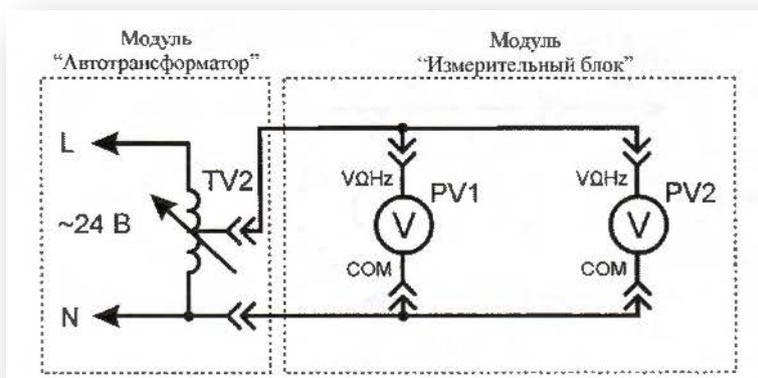

Рис. 7. Схема электрическая соединений лабораторных модулей для измерения переменного напряжения
1 Согласно схеме (рис. 7) выполнить электрические соединения модулей для измерения переменного напряжения. **Монтаж схемы производить при отключенном питании.**
2. Рассчитать относительную  $\delta_2$  и приведенную  $\gamma_2$  погрешности измерения переменного напряжения  $U_{PV1}$  для каждого пункта табл. 16 по формулам (2) и (3) (см. раздел «**Основные сведения**»), считать вольтметр  $PV2$  (рис. 7) образцовым, результаты занести в табл. 16.